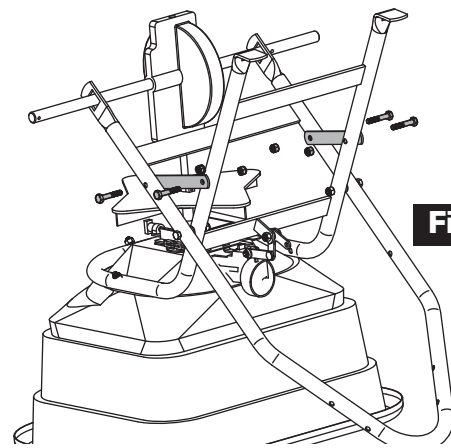

**Figura 2**
2. Inserte el conjunto del eje en los orificios cuadrados del soporte del eje como se muestra en la Figura 2.